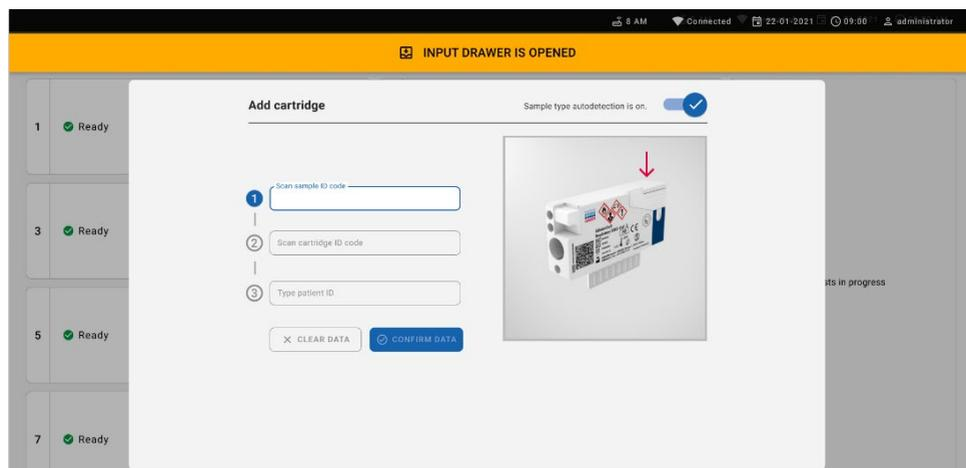

Abbildung 56. Bildschirm „Proben-ID scannen“.
7. Das Dialogfeld **Add Cartridge** (Kartusche hinzufügen) erscheint und der Scanner an der Vorderseite wird aktiviert. Scannen Sie den Proben-ID-Barcode oben auf der QIAstat-Dx Respiratory SARS-CoV-2 Panel Cartridge vorne am Gerät (Position durch Pfeil angegeben) (Abbildung 56).